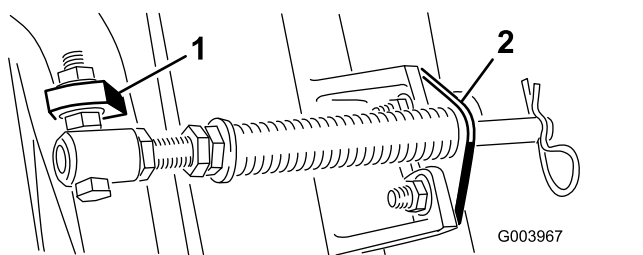

**Рисунок 4**
1. Удалите два каретных болта и гайки, которые крепят кронштейн штока к выступам режущего блока (Рисунок 4).
2. Отверните фланцевую гайку, которая крепит болт трубки пружины к выступу несущей рамы (**Рисунок 4**). Снимите этот узел.
**Примечание:** Головку болта следует расположить в направлении наружной стороны выступа, как показано на **Рисунок 4**.